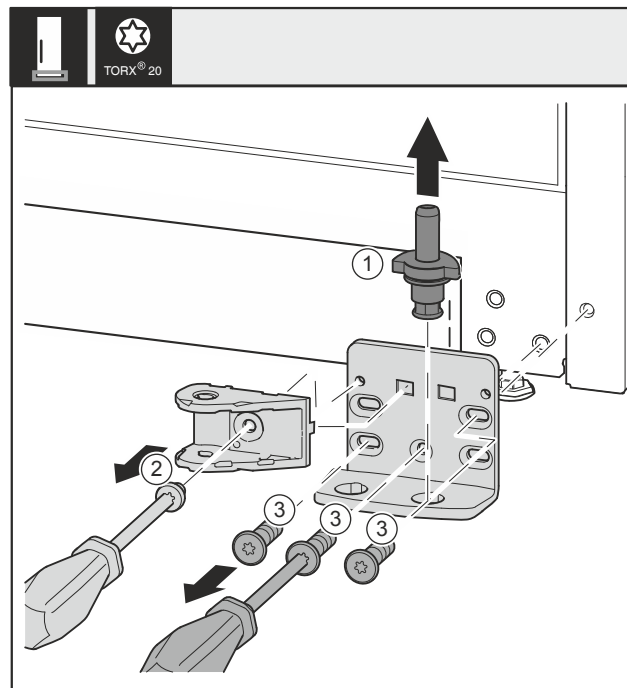

Fig. 32 *
- Tõmmake laagripolt Fig. 32 (1) tervikuna ülespoole välja.*
- Keerake kruvi Fig. 32 (2) kruvikeerajaga välja ja võtke sulgemisamortisaatori ühendus maha.*
- Keerake kruvid Fig. 32 (3) kruvikeerajaga välja ja võtke laagripukk maha.*